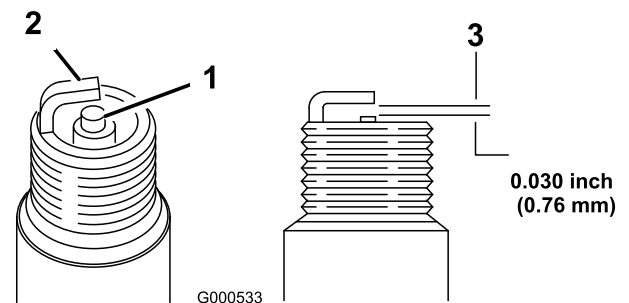

Figura 21
- Ajuste la distancia entre los electrodos a 0.76 mm (0.030") (Figura 21).